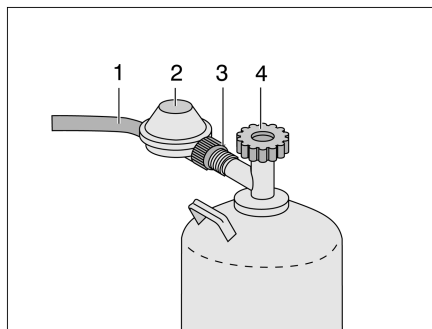

Bild 231 Anschluss Gasflasche
- Haupt-Absperrventil (Bild 231,4) an der Gasflasche schließen. Pfeilrichtung beachten.
- Gasdruckregler (Bild 231,2) festhalten und Rändelmutter (Bild 231,3) öffnen (Linksgewinde).
- Gasdruckregler mit Gasschlauch (Bild 231,1) von der Gasflasche abnehmen.
- Gasdruckregler (Bild 231,2) mit Gasschlauch (Bild 231,1) an die Gasflasche ansetzen und Rändelmutter (Bild 231,3) von Hand fest zudrehen (Linksgewinde).